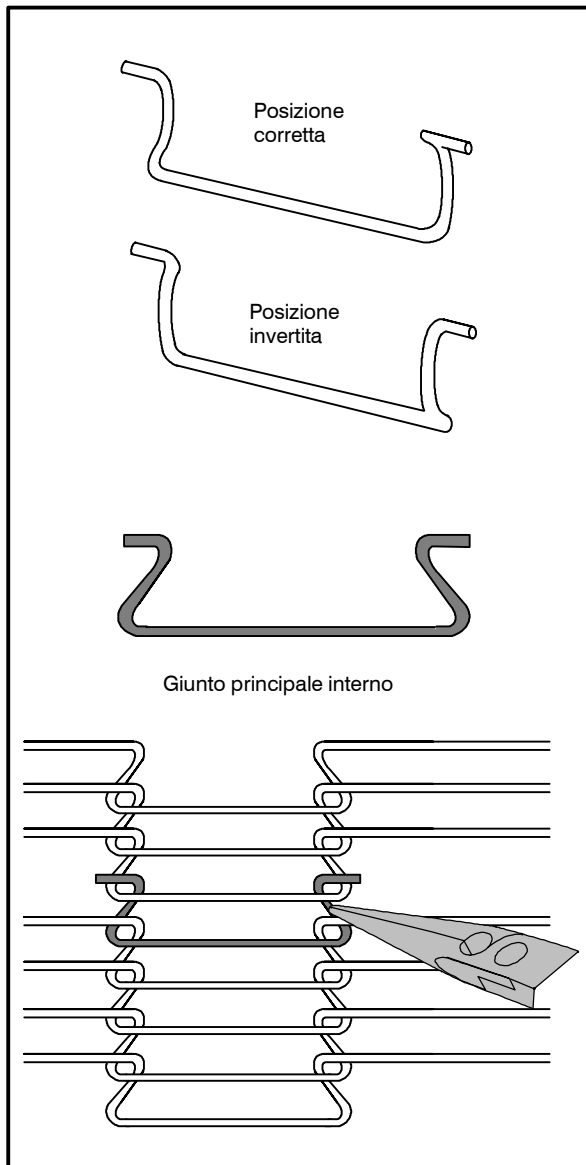

Figura 10
6. Installare i giunti interni previsti appositamente per collegare le due estremità del nastro trasportatore. Vedi Figura 10.